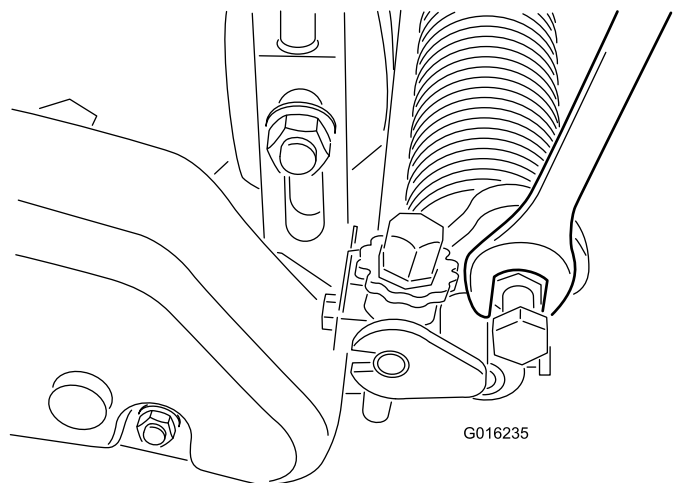

Figura 24
- B. Ruotate i bracci in alto o in basso nella posizione A o B (Figura 24).